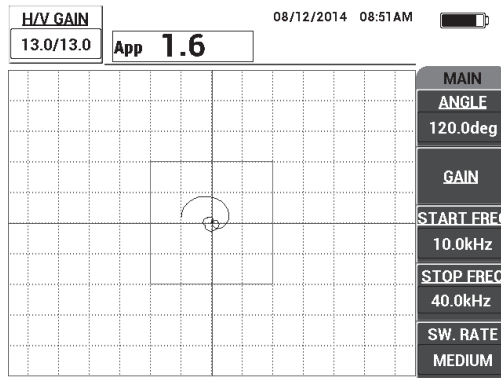

Рис. 6-19 Изображение развертки между двумя делениями
2. Поместите преобразователь на бездефектную часть образца, нажмите клавишу GAIN (**dB**) и с помощью ручки регулятора настройте усиление так, чтобы изображение развертки находилось между двумя делениями внутри квадрата сигнализации (см. Рис. 6-19 на стр. 146).